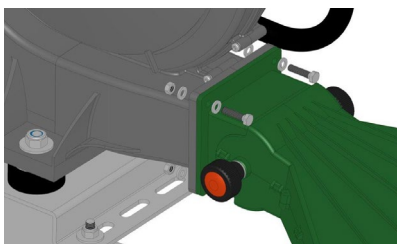

FIGURA 4
2. Fijar el difusor (u otro accesorio) a la salida de impulsión mediante 4 tornillos M6 UNI EN 24017 TE, 4 tuercas M6 UNI EN 24032, 8 arandelas Ø6 UNI 6592 (tornillos suministrados con los difusores). Apriete los tornillos con un par máximo de 8 Nm (FIGURA 4);